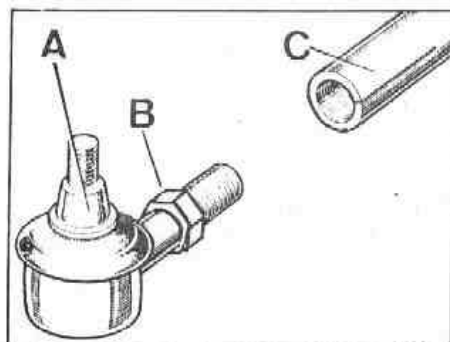

Fig. G-20 Montaje de la rótula
- 1.7. Si fuese necesario, se aflojarán las contratuercas, B (Fig. G-20) de cada extremo de la barra y se desatornillarán las rótulas, A, teniendo en cuenta que una de ellas lleva rosca a izquierdas.
- 2.1. Atornillar las rótulas, A (Fig. G-20) a la barra, C, teniendo en cuenta -- que una de ellas lleva rosca a izquierdas.